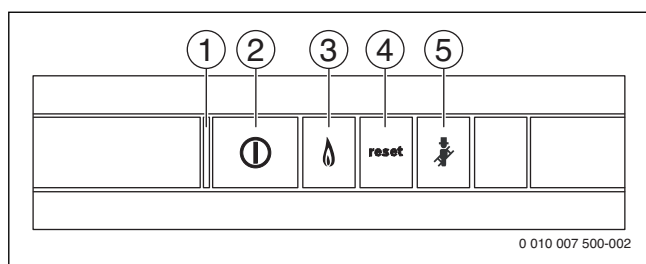

Fig. 8 Touches de réglage
- Démarrer l'appareil avec l'interrupteur marche/arrêt (→ fig. 8).